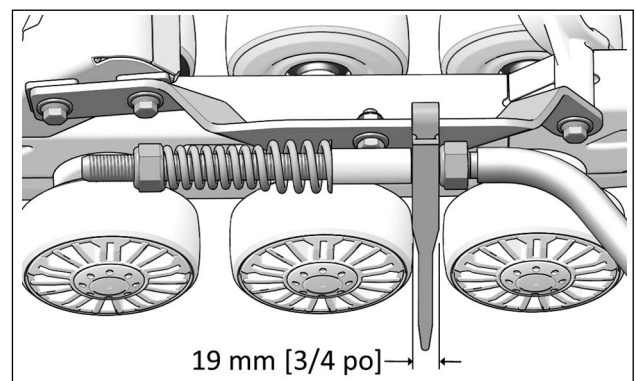

Figure 14
- IMPORTANT:** Contre-vérifier la distance minimum de 19 mm entre l'écrou et le guide du bras stabilisateur. Réajuster au besoin. Figure 14.